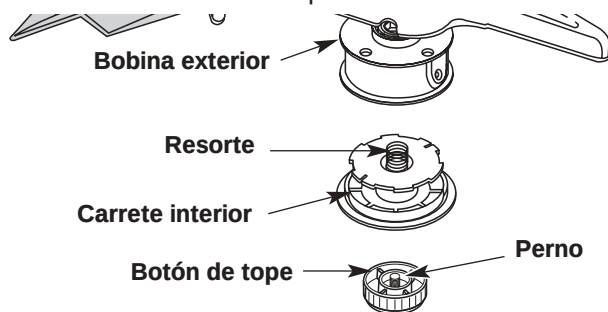

Fig. 31
2. Saque el carrete interior de la bobina exterior (Fig. 31).
3. Saque el resorte del carrete interior (Fig. 31).
1. Sostenga la bobina exterior con una mano y desenrosque el botón de tope en sentido antihorario (Fig. 31). Inspeccione el perno dentro del botón de tope para verificar que se mueva con libertad. Cambie el botón de tope si está dañado.
2. Saque el carrete interior viejo de la bobina exterior (Fig. 31).
3. Saque el resorte del carrete interior viejo (Fig. 31).